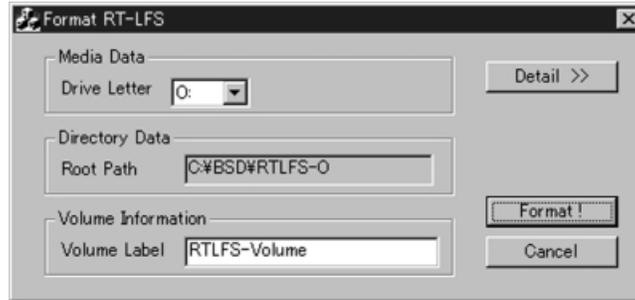

図 11. RT-LFS フォーマットツールダイアログボックス
9. RT-LFS フォーマットツールが起動し、図 11 のようなダイアログボックスが表示されるので、
9. RT-LFS フォーマットツールが起動し、図 11 のようなダイアログボッ